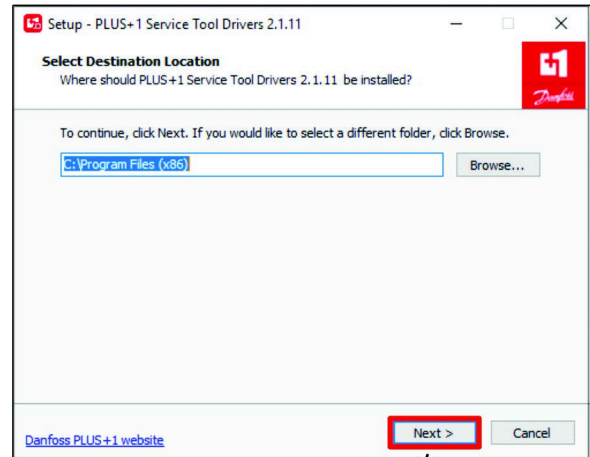

Bild 29
1. Klicken Sie im Dialogfeld „Zielort auswählen“ auf die Taste WEITER (Bild 29).